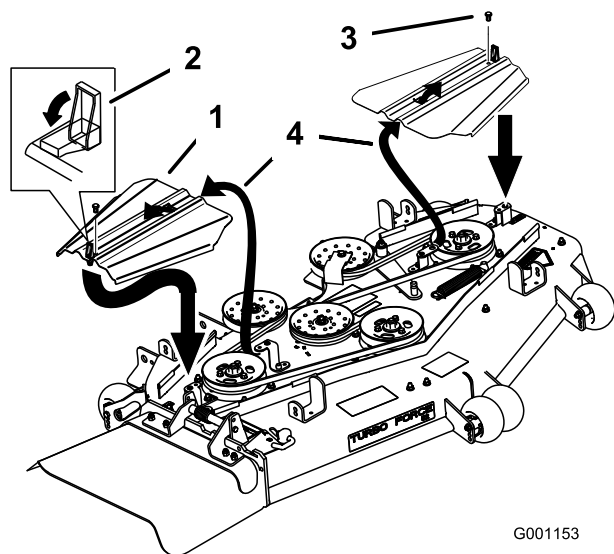

Figura 56
3. Togliete i bulloni che fissano i copricinghia, e togliete i copricinghia (Figura 56).
9. Montate i copricinghia infilandoli nell'aletta, montate i bulloni e chiudete i dispositivi di fermo (Figura 56).